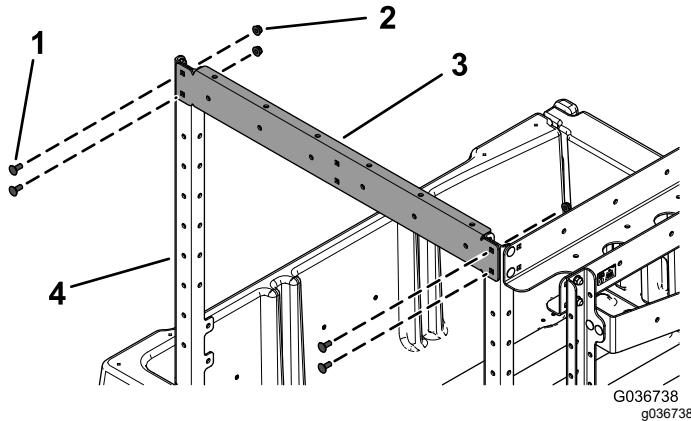

Figure 6
5. Fixez le support avant (doté de 2 trous de chaque côté) en haut des 2 supports verticaux avant du cadre à l'aide de 4 boulons de carrosserie (5/16" x 3/4") et 4 écrous à embase (5/16"), comme montré à la Figure 6.